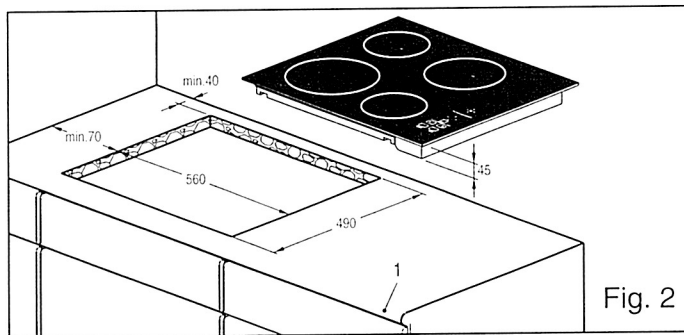

Fig. 2
- Découper la surface du plan de travail (fig.2) suivant les dimensions indiquées (fig.2 repère 1).